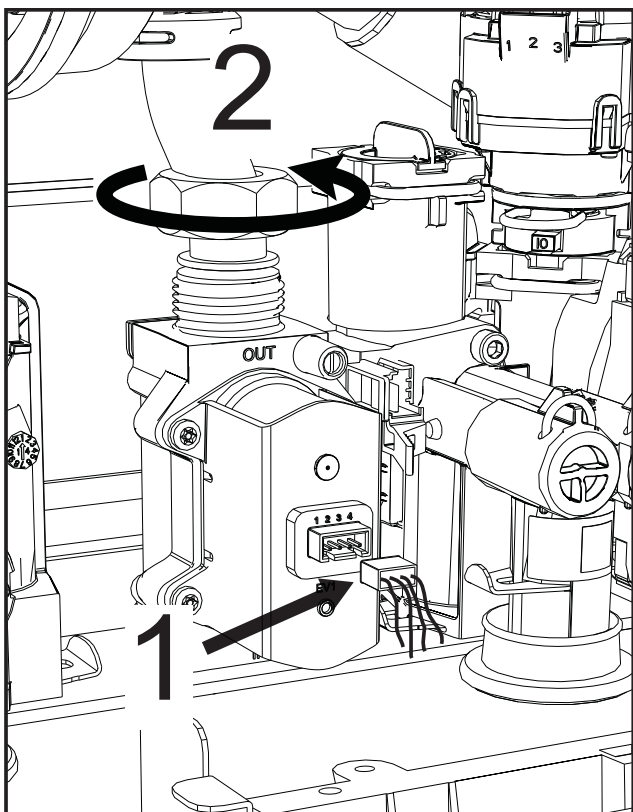

рис. 44
- Отсоедините электрические разъемы "1" (рис. 44).
- Отсоедините трубу подачи газа "2" (рис. 44).